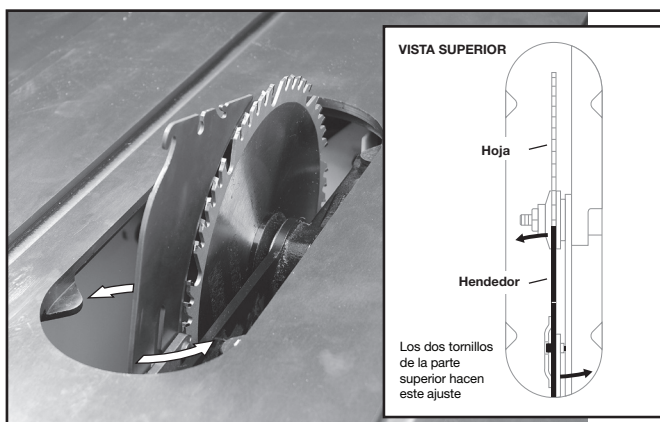
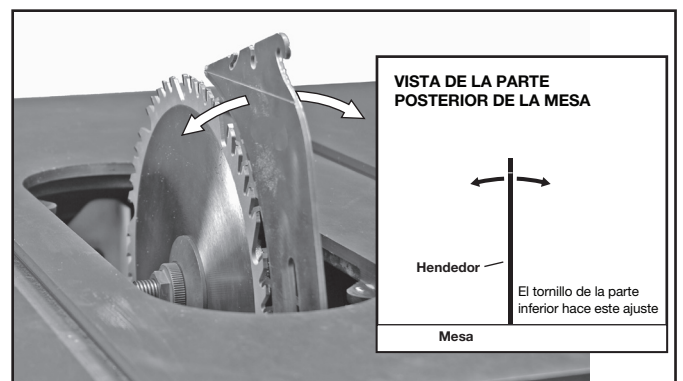

FIG. 36
FIG. 37
NOTA: Los dos tornillos de sujeción (PP) cerca de la placa de seguridad del hendedor (RR) ajustan el hendedor, como se muestra desde la VISTA SUPERIOR (Fig. 36). El tornillo de sujeción (QQ) ajusta el hendedor, como se muestra desde la VISTA DE LA PARTE POSTERIOR DEL BANCO (Fig. 37).